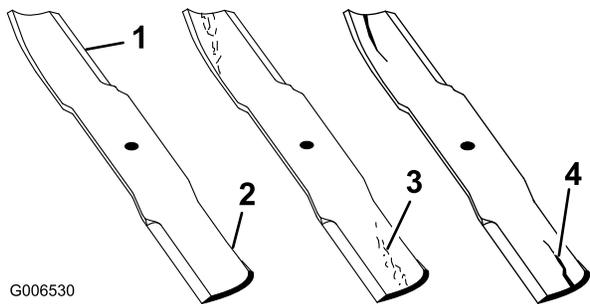

Figure 92
1. Examinez le tranchant des lames (Figure 92). Si les lames coupent mal ou présentent des indentations, déposez-les et aiguiser-les; voir Aiguisage des lames.
- Inspectez les lames, surtout la partie relevée (Figure 92). Remplacez immédiatement toute lame endommagée, usée ou qui présente une entaille (Figure 92).